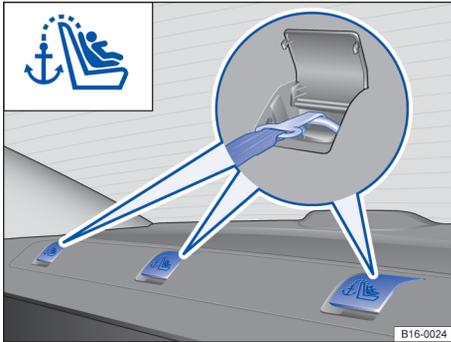

Fig. 72 Argollas de sujeción en la bandeja trasera detrás del respaldo de los asientos traseros.
- Abra la tapa de la argolla de sujeción en cuestión ⇒ fig. 72.
- Enganche el cinturón de fijación superior en la argolla de sujeción correspondiente ⇒ fig. 72.